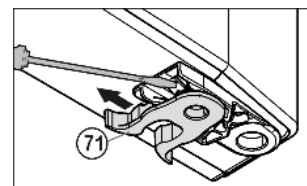

Fig. 9
- Pružinovou svorku *Fig. 9 (71)* přesadit: Stisknout zářezku pro uchycení, přesto stáhněte pružinovou svorku.